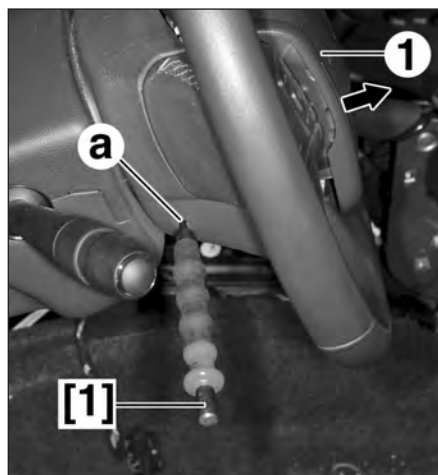

FIG.1
- Insérer l'outil [1] à l'emplacement prévu en (a) situées à l'arrière du volant de direction (Fig.1).